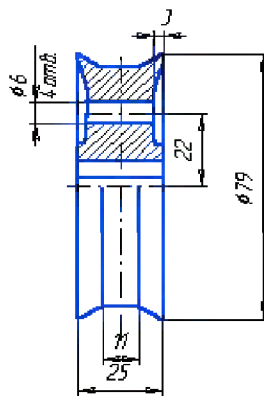

Рис. 91
1. С помощью команды **Линейный размер**, проставляем размеры (рис. 91):